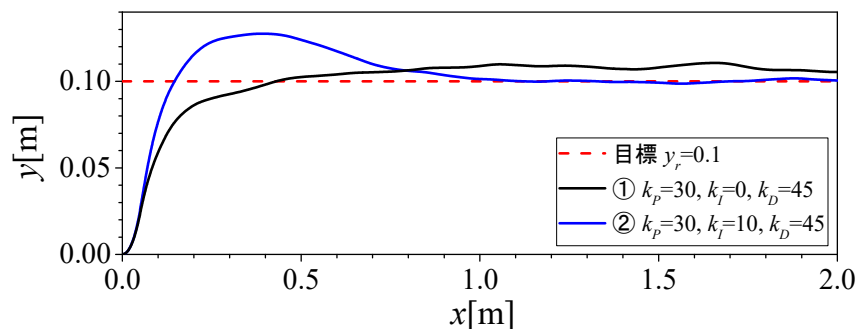
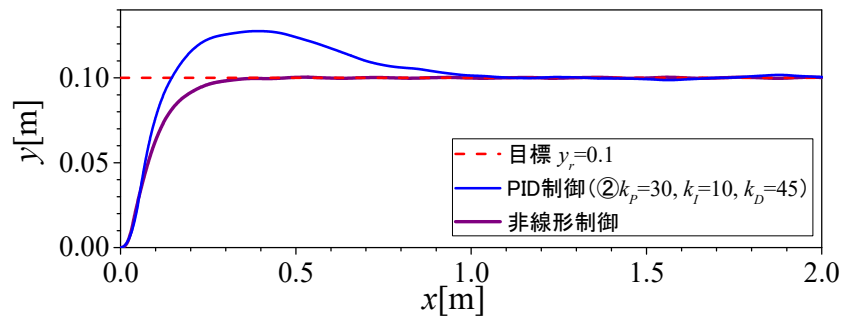

図6 実験でのロボットの軌道例 (PID 制御)
図8 別の制御法を用いた場合の軌道の例（非線形制御）
(2-5)式に含まれる制御ゲイン k_p , k_i , k_d の選び方によって、目標軌道への追従の仕方は変化します。これを実験で調べてみましょう。実際に使用したプログラムは第 2-4 節に示します。このプログラムでは並進入力の制御ゲインを $K_P=2.0$, $K_I=8.0$ としています。旋回入力の制御ゲインを① $k_p=30$, $k_i=0$, $k_d=45$, ② $k_p=30$, $k_i=10$, $k_d=45$ として実験を行ったときのロボットの軌道を図6に示します。この実験例では PD 制御では定常偏差が残ってしまいました(黒線)。そこで、積分制御を加えて PID 制御にすると、定常偏差がほぼ0になりました(青線)。ただし、積分制御を入れた場合は一度目標値を行き過ぎています。自転車や自動車の運転でコース変更を行なうときに、急ハンドルになって軌道が揺れてしてしまうことに似ています。よりうまく軌道に追従するように、制御ゲインを調整してみてください。
(2-7)式のシステムにPD制御(2-8)を用いた場合は、十分時間が経ったときに一定の目標軌道 y_r に収束することが期待できます。これは、(2-9)式に最終値の定理を用いれば確認することができます。しかし、実際に実験を行うと前節の図6の①の場合のように、偏差が残ってしまうことがあります。この原因の一つとして、前述のモデルではモータの動特性や摩擦などを考えていないことが考えられます。そこで、前節の実験では積分項も加えて(2-5)式のようなPID制御を用いて定常偏差を0に近づけています。
ところで、実際には並進速度 v_1 は一定値ではありません。目標値 v_d に収束するまでの間や外乱（例えば床の摩擦の変化）などによって v_1 が変動した場合は仮定1が満たされず、(2-5)式の制御則では軌道が変動してしまいます。また、図6の実験例では途中で角度 θ が60度近くになっており、仮定2が満たされず、実際のロボットの y 方向の変化は(2-7)式の線形モデルの挙動とは異なっています。そのため、線形モデルでの知見にもとづいて制御ゲインを選定することには限界があります。しかし、このような仮定1、仮定2が満たされない場合でも、(1-3)~(1-5)式に含まれる非線形性を考慮して設計した制御則を用いるとよりうまく軌道制御を行うことができます。興味がある人は参考文献3を見てください。文献3の制御法を適用した場合の走行軌道例を図8に紫の太線で示します。PID制御の青線よりも定常状態での軌道の変動が減少しています。また、この実験例ではオーバーシュートをしないように制御ゲインを調整しましたが、その調整も比較的容易でした。同じロボットでも制御法や制御パラメータをうまく選ぶことで走行軌道を改善できる可能性があります。いろいろな制御法を学んで試してみてください。